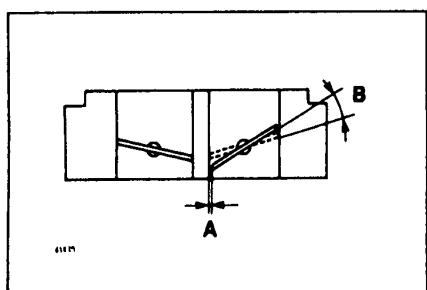

Рис. 5 Проверка начального положения дроссельной заслонки
- Измерьте зазор между заслонкой и диффузором первичной камеры в момент начала открытия заслонки вторичной камеры (рис. 5, А).